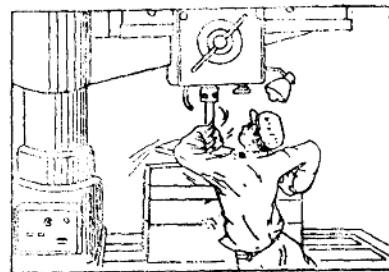

图 1—21
1. 吊运工件前根据工件重量选择钢丝绳，并细心检查，如图1—22所示。当发现钢丝绳有损坏现象时，不可使用，避免造成事故。